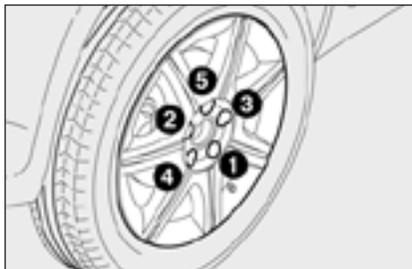

рис. 10
- Гаечным ключом полностью затяните болты, как показано на рис. 10;